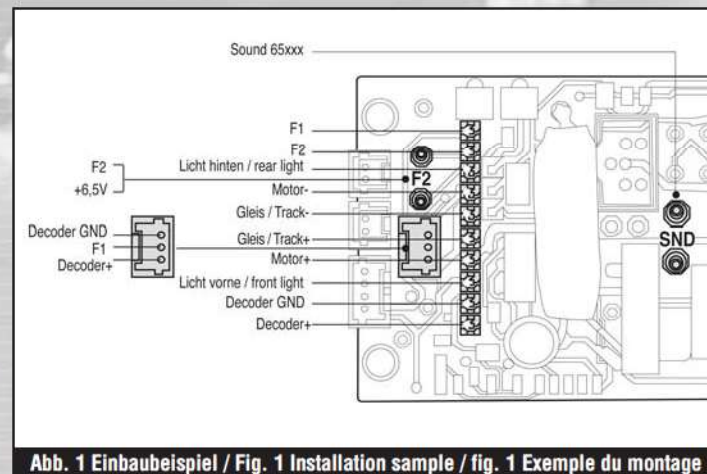

Abb. 1 Einbaubeispiel / Fig. 1 Installation sample / fig. 1 Exemple du montage
- DCC-Schnittstelle (Abb. 1) auf der Platine finden.
- Find the "DCC interface" (Fig. 1) on the main circuit board.
- Trouver l'interface DCC (fig. 1) sur la carte-mère.